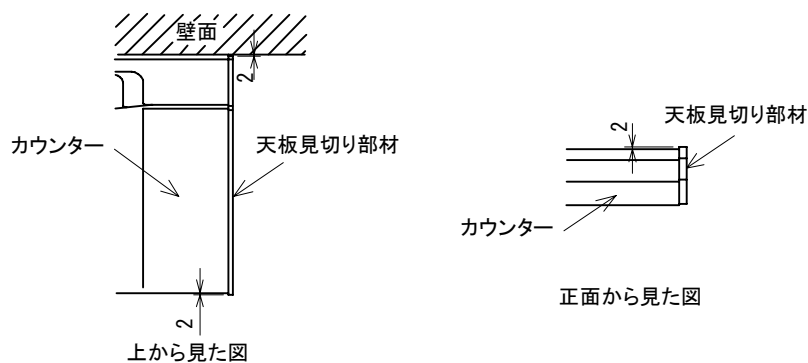

図12-12
②カウンターとの段差が2mmになるように天板に見切り部材を貼付けてください。(図12-12)